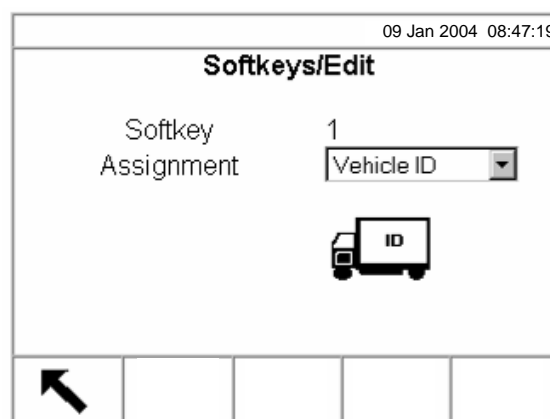

Abbildung F-5: Setup-Bildschirm „Schnellfunktionstasten/Bearbeiten“
2. Drücken Sie die Schnellfunktionstaste BEARBEITEN.  Der Bildschirm „Softkeys/Edit“ (Schnellfunktionstasten/Bearbeiten) (Abbildung F-5) wird eingeblendet. Es werden die zu bearbeitende Schnellfunktionstaste sowie die aktuelle Zuweisung und das mit dieser Zuweisung verknüpfte Symbol auf dem Bildschirm angezeigt.